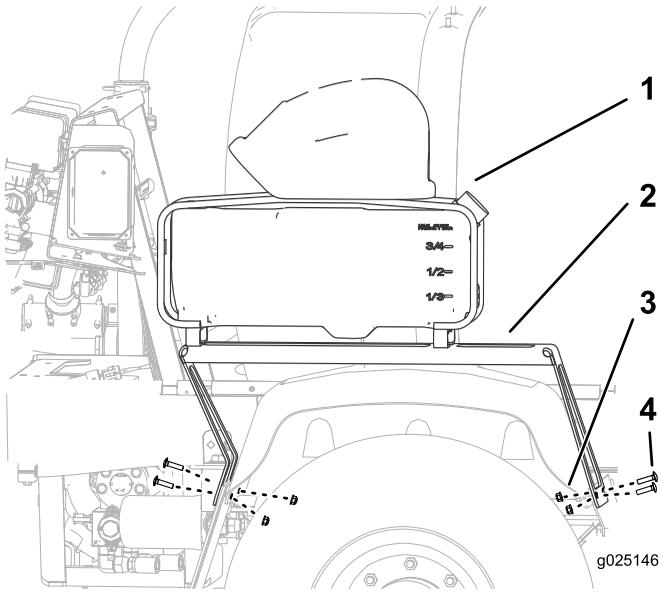

図 6
3. サポートブラケットの前脚についている穴を、フェンダーブラケットの穴とフェンダの穴に合わせる図 6。
4. サポートブラケットをフェンダーブラケットとフェンダに固定する; キャリッジボルト5/16 x 1/4 インチ 2本とフランジロックナット5/16 インチ 2個で 図 6 のように固定する。
5. サポートブラケットの後脚についている穴を、泥はねガードの穴、フェンダーブラケットの穴、フェンダの穴に合わせる図 6。
6. サポートブラケットを泥はねガード、フェンダーブラケット、フェンダに固定する; キャリッジボルト5/16 x 1/4 インチ 2本とフランジロックナット5/16 インチ 2個で 図 6 のように固定する。